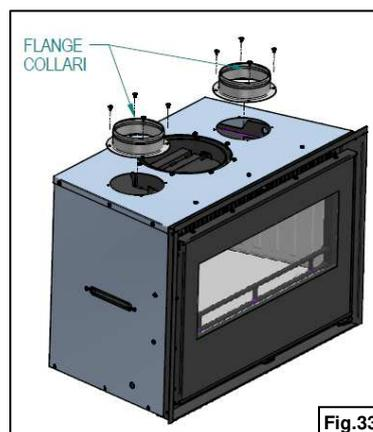

Fig.33
- Fissare le flange/collari (fornite in dotazione) con le relative viti (fig.33).